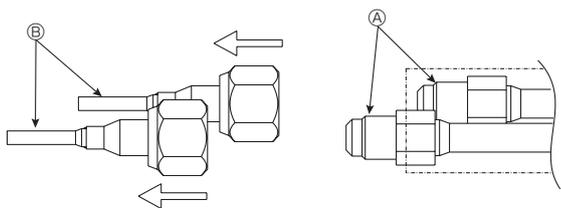
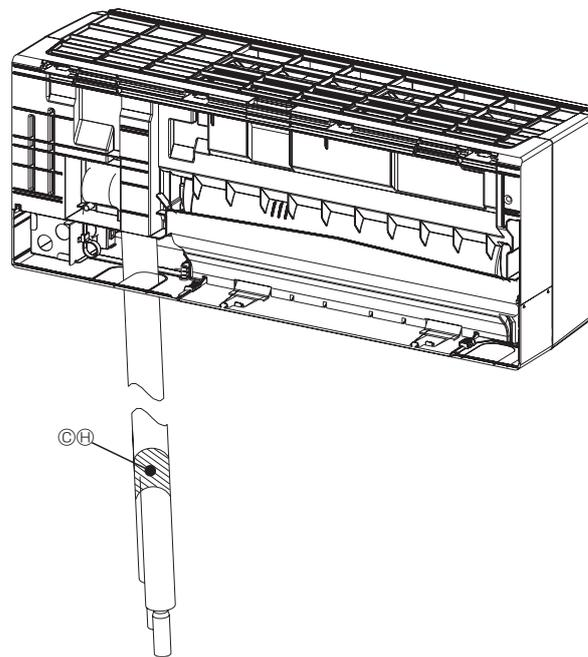

Fig. 3-9
Fig. 3-13
- Remarque : pour plus de détails pour les étapes ④ à ⑦, voir "3.1. Vérifier les accessoires qui accompagnent l'appareil intérieur".
3.3.3. Installation des tuyaux de raccordement ⑥ (pour les modèles WL04/06/08) (de Fig. 3-9 à Fig. 3-13)
- (1) Desserrer l'écrou du côté de la tuyauterie en forme de L à l'aide de deux clés, puis déposer la tuyauterie ⑥ et la mettre au rebut. (Tuyau d'entrée d'eau et tuyau de sortie d'eau) (Fig. 3-9)